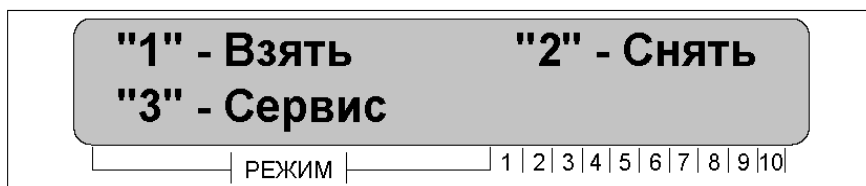

Рисунок 8
- осуществить вход в сервисное меню, нажав клавишу «3» - **Сервис**, рисунок 8.
- Затем необходимо выбрать, рисунок 8:
- осуществить вход в сервисное меню, нажав клавишу **"3" - Сервис**, рисунок 8;
- осуществить вход в сервисное меню, нажав клавишу «**3**» - **Сервис**, рисунок 8;
- выбрать пункт меню «Сервис» нажав клавишу «**3**», рисунок 8;